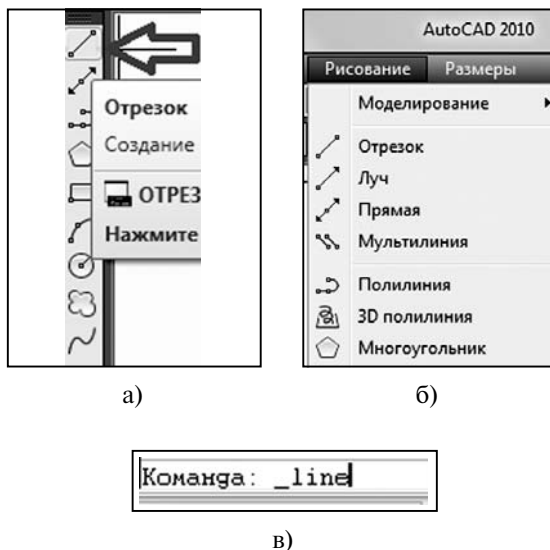

Рис. 2.13. Способы вызова команд
- ◆ выбор команды в панели команд (рис. 2.13, а);
- ◆ выбор соответствующего пункта из строки меню (рис. 2.13, б);
- ◆ ввод имени команды в командную строку и нажатием после этого клавиши «Enter» (рис. 2.13, в).